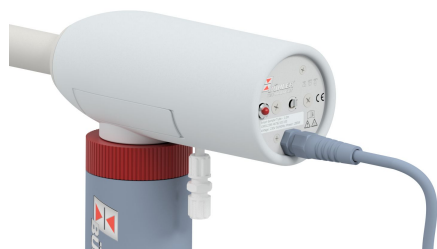

Fig. 1
- Retirez le bouchon de la gaine de la sonde (Fig. 1 et 2)